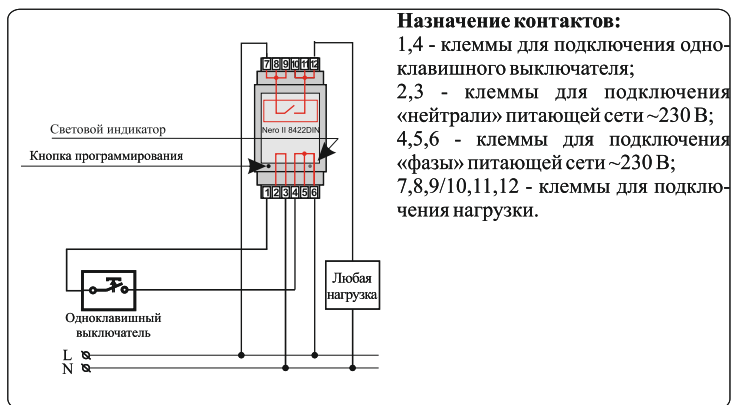

Рисунок 1. Типовая схема подключения Nero II 8422DIN и назначение контактов
Коммутирующее реле включено между контактами 7,8,9 и 10,11,12 (см. рисунок 2). Для возможности включения/выключения нагрузки необходимо подать «фазу» на контакты 7,8,9 (см. рисунок 1), а нагрузку включить между контактами 10,11,12 и «нейтралью».
- «нейтраль» питающей сети подключается к контактам 2,3 (см. рисунок 1);